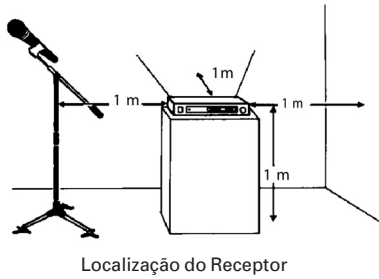

Figura B1-Posicionamento das Antenas
### Posição da Antena (Fig. B1)
1. ANTENAS: Posicione as antenas como demonstrado na Figura B1.